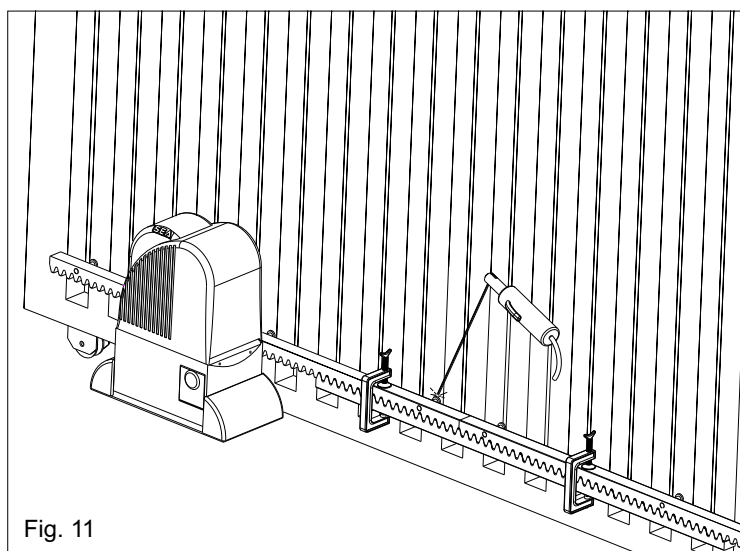

Fig. 11
5.5. S'assurer que tous les éléments de la crémaillère sont parfaitement alignés et positionnés correctement (denture en phase). Il est conseillé d'opposer à deux éléments successifs un troisième comme indiqué dans Fig. 11;